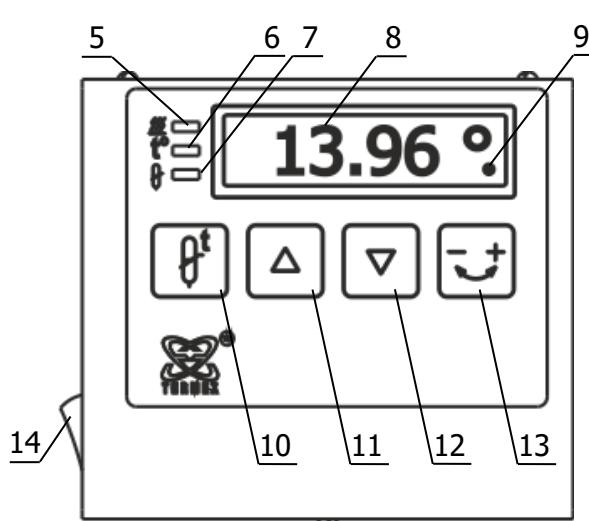

Рисунок 2 — Блок регулирования
1.4.3 Установка режима работы термостатов осуществляется органами управления, расположеннымными на лицевой панели блока регулирования (рисунок 2).
- ТСВ-02 — кнопкой 14 (рисунок 2).
2.3.1 В рабочем режиме на светодиодном табло 8 (рисунок 2) отображается текущее значение температуры в рабочей камере терmostатов. Индикатор 5 загорается во время работы нагревателя. Индикатор 9 (в виде точки под символом градуса Цельсия) появляется при включении холодильной машины.
2.3.5 При возникновении статического разряда, в процессе эксплуатации терmostатов, возможен сброс настроек и энергонезависимой памяти блока регулирования, при этом показания температуры на табло 8 (рисунок 2) могут значительно отличаться от действительной температуры в рабочей камере терmostатов.
2.4.1 После стабилизации установленной температуры табло 8 (рисунок 2) показывает температуру, измеренную встроенным датчиком, и эта температура может не соответствовать действительной температуре в рабочей камере терmostата.
- для входа в режим коррекции температуры нажать кнопку 13 (рисунок 2), при этом индикатор 6 начнет мигать;